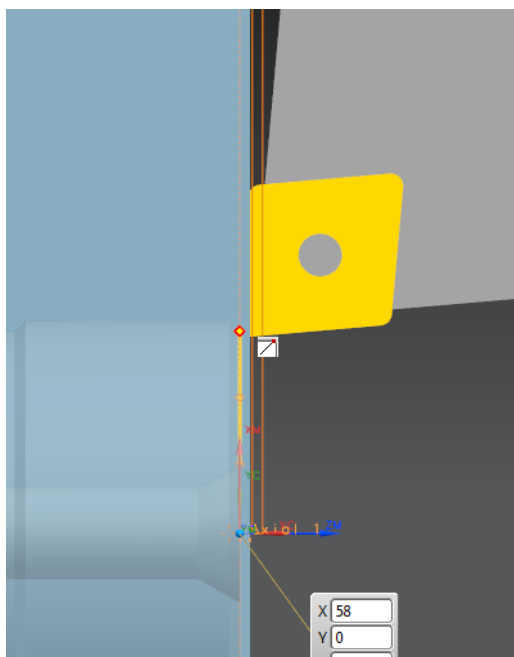

Рисунок 19 Выбор конца кривой наружного диаметра детали
8. Выберите конец кривой наружного диаметра детали (рисунок 19).